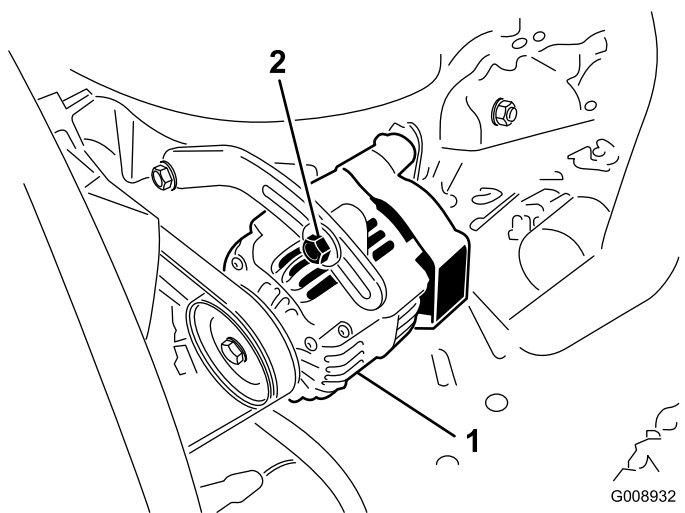

Figure 96
Vérifiez l'état et la tension des courroies (Figure 96) toutes les 100 heures de fonctionnement.
2. Si vous n'obtenez pas une flèche de 10 mm, desserrez les boulons de fixation de l'alternateur (Figure 96). Augmentez ou diminuez la tension de la courroie et resserrez les boulons. Contrôlez de nouveau la flèche de la courroie pour vérifier si la tension est correcte.